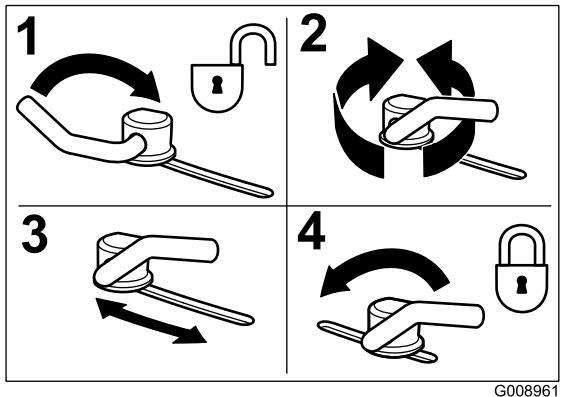

図 14
- カム・ロックは、レバーをゆるめて調整する（図 14）。
- 調整ができたらレバーを締めてバッフルとカム・ロックを固定する。（図 14）